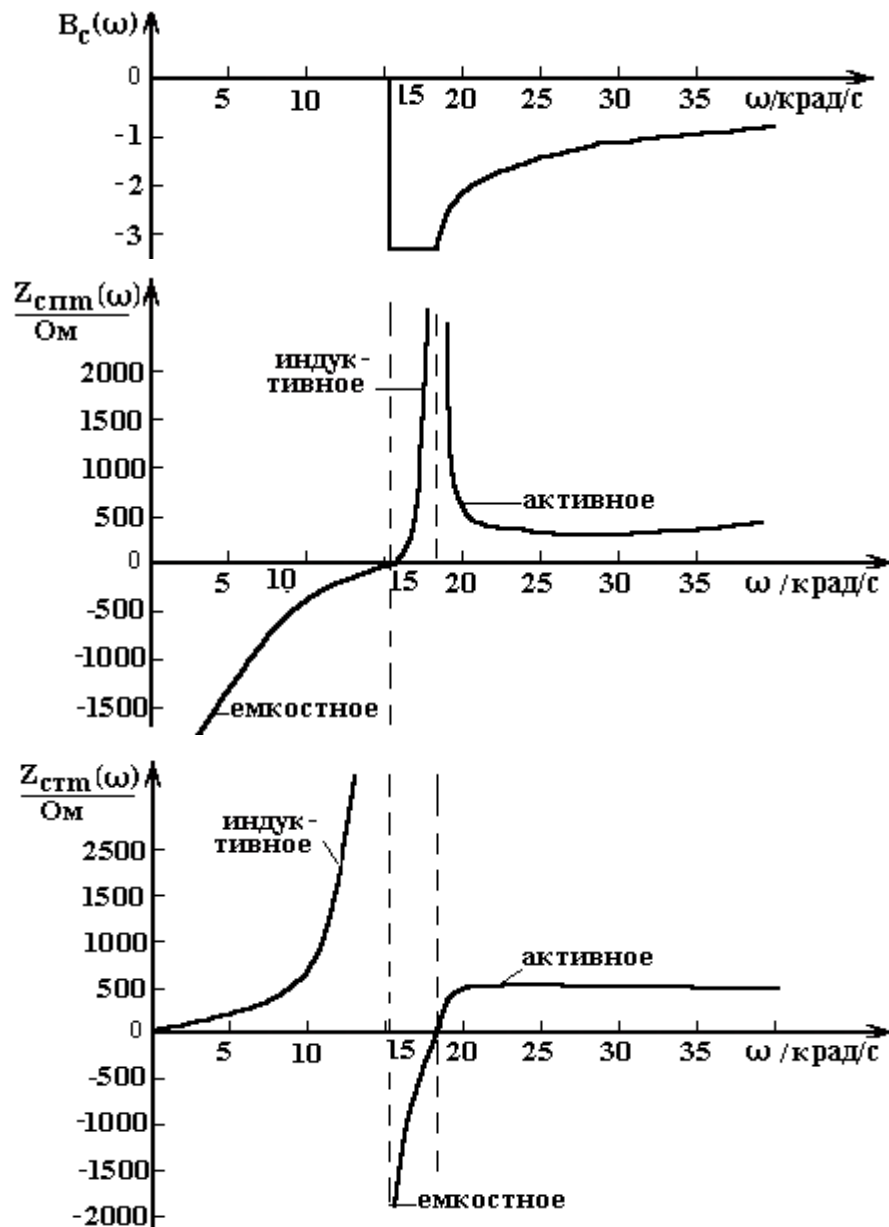

Рис.7.19. Графики $A_c(\omega)$, $B_c(\omega)$, $Z_{пп}(\omega)$, $Z_{тм}(\omega)$ ФВЧ типа "m"
10. Строим графики $A_c(\omega)$, $B_c(\omega)$, $Z_{пп}(\omega)$, $Z_{тп}(\omega)$ (рис.7.19)